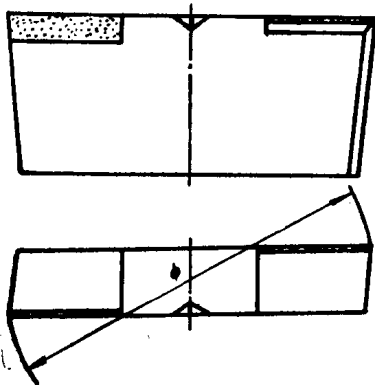

图1-8 平面镗刀
5) 平面镗刀 它有不同的规格和尺寸。平面镗刀一般可装夹在镗刀杆上作孔端面的镗削加工。平面镗刀切削刃上镶有硬质合金或高速钢。硬质合金切削刃适用于精度要求不高的孔端面镗削加工，而精度要求较高的则用高速钢切削刃作镗削精加工，见图1-8。